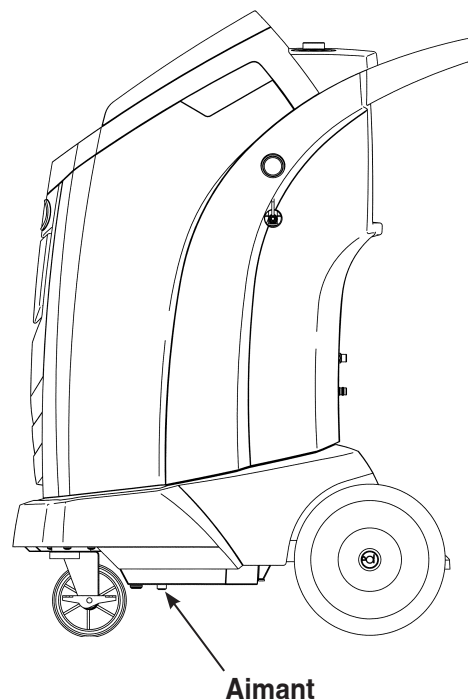

Figure 18
2. Reportez-vous à la figure 18 et assurez-vous que l'aimant en bas de la machine est propre.